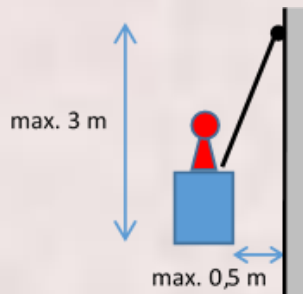

Fig. 1
- o vooruit naar gevel: max. 3 m (maximaal 200 m² per gebouw) (fig. 1);